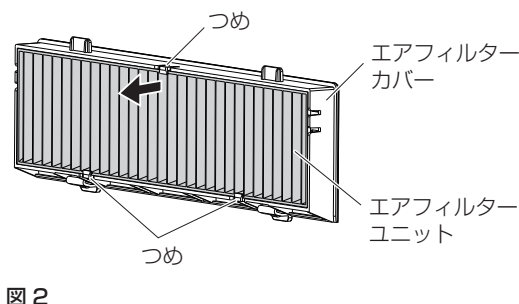

図 2
- エアフィルターユニットは 3 か所のつまみで固定されています。その内の 1 か所つまみがある側のひだをつまみ、エアフィルターカバーから取り出してください。(図 2)